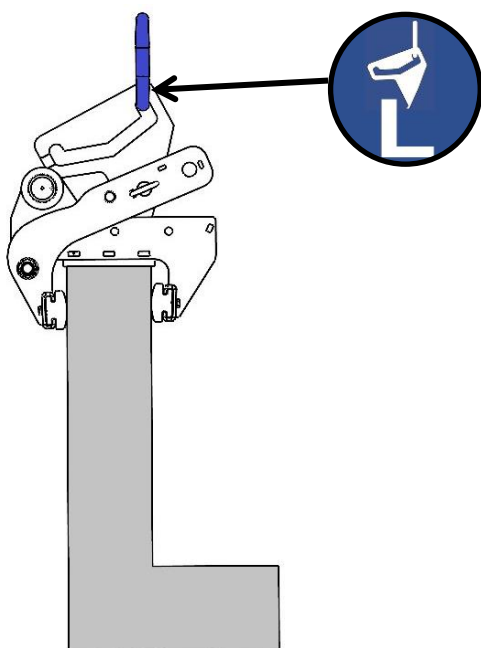

Fig. 1
Pour modifier la zone de préhension, il faut d'abord retirer la goupille (1), puis l'axe (2) (→ Fig. 1).
La plupart des éléments de préhension (briques en L) dont le centre de gravité est excentré peuvent être déplacés verticalement à l'aide de l'appareil (WEZ) (→ fig. 1). Il existe cependant des éléments dont le centre de gravité est extrêmement excentré et qui **ne peuvent pas être réglés par l'équilibrage du centre de gravité**.